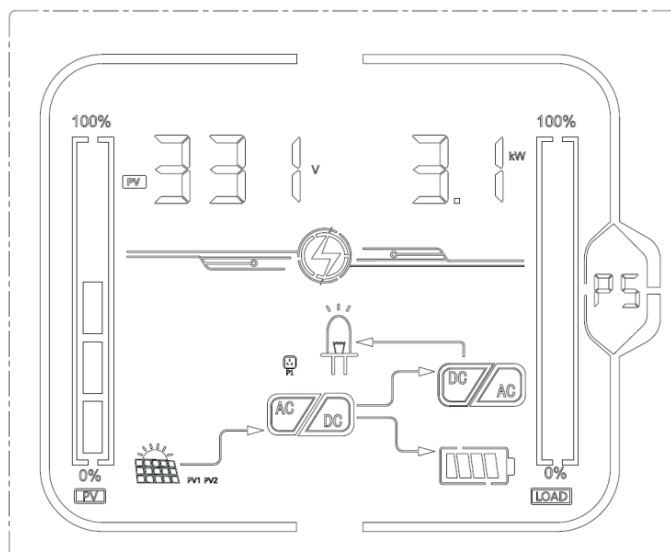

Рис. 1-5-2. Страница дисплея 5
*Дисплей для двух входов PV показан на рис. 1-5-2.